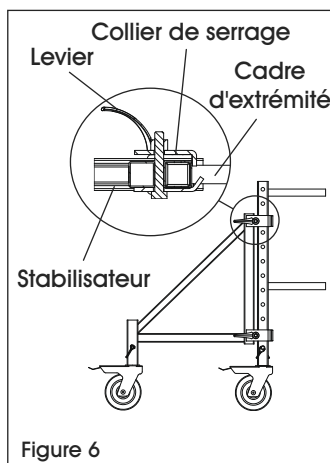

Figure 6
3. Installez les stabilisateurs (C) en les fixant aux cadres d'extrémité perpendiculairement aux renforts latéraux. Les colliers de serrage doivent être bien serrés et les roulettes doivent être en contact avec le sol. Enclenchez le frein des roulettes. (Voir Figure 6)